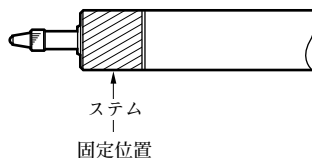

図1.取付固定位置
- ・測長ユニットの取付けは、必ずシステムをチャックしてください。他の部分もチャックしなければならない場合は、機銘ラベル部(ヘッド内蔵部分)と、その近傍は避けてください。(図1)